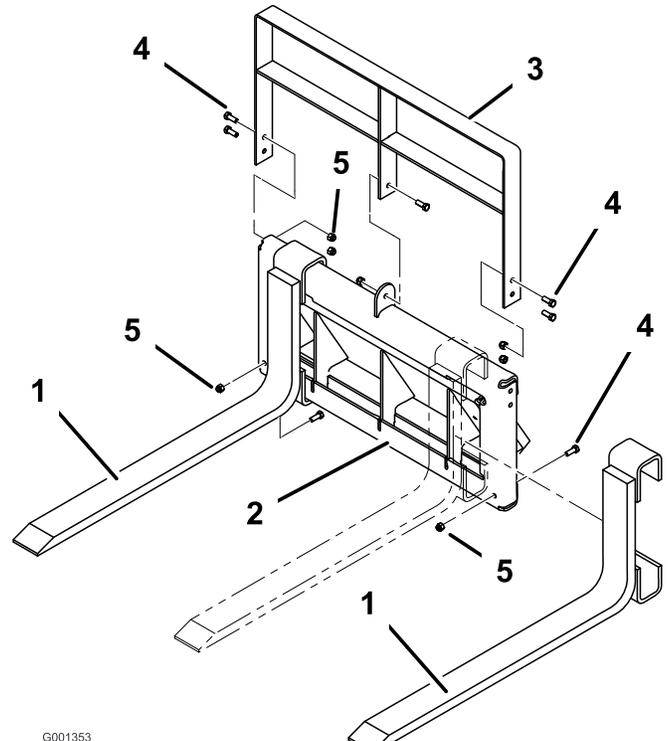

Figura 3
1. Instale las horquillas sobre el bastidor según se muestra en Figura 3, y sujete cada horquilla con un perno (3/8" x 1") y una contratuercas (3/8").
2. Instale el bastidor superior encima del conjunto según se muestra en la Figura 3, y sujete el bastidor superior usando 5 pernos (3/8" x 1") y 5 contratuercas (3/8").